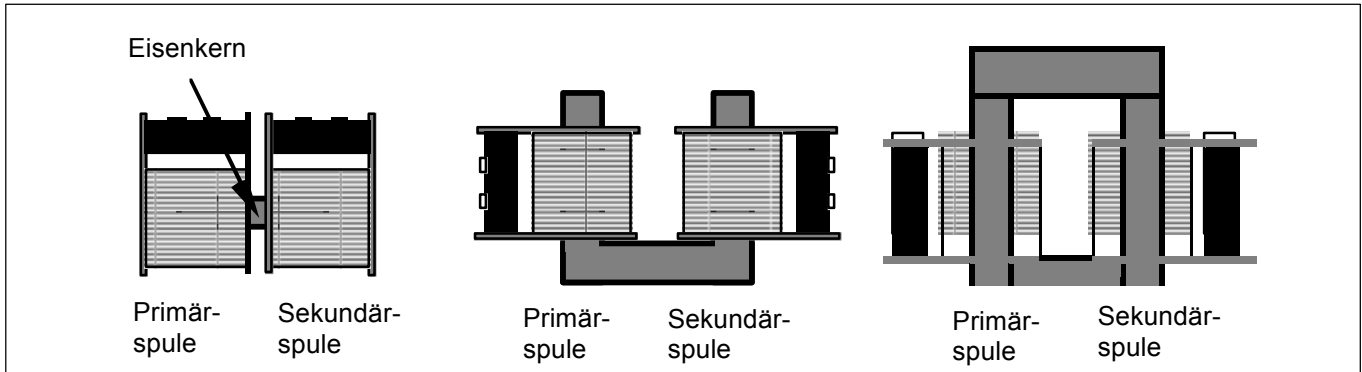

Abb. 2
3. Wiederholen Sie Schritt 2, indem Sie in beide Spulen einem Eisenkern (Joch aus 114.2035) gemäß Abb. 2 einbringen. Dokumentieren Sie das Ergebnis.